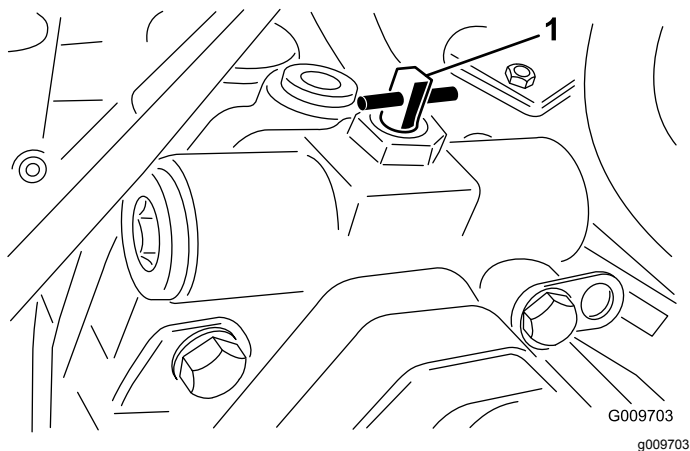

Рисунок 63
3. Поверните перепускной клапан на 90° (1/4 оборота) в любом направлении, чтобы открыть его и обеспечить внутренний перепуск масла (**Рисунок 63**).
2. Поверните перепускной клапан на 90° (1/4 оборота) в любом направлении, чтобы открыть его и обеспечить внутренний перепуск масла (Рисунок 63).